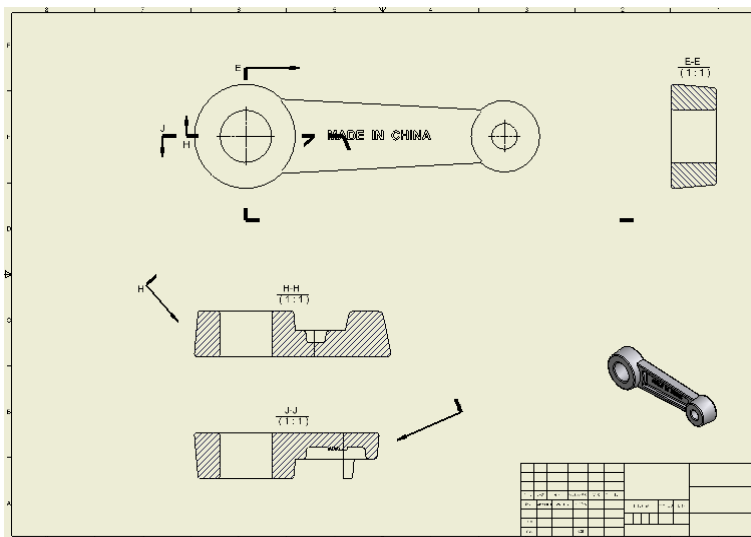

图 5-20 选择任意的投影方向生成剖视图
(3) 剖视图中投影的方向就是观察剖切面的方向, 它也决定了所生成的剖视图的外观。可以选择任意的投影方向生成剖视图, 投影方向既可以与剖切面垂直, 也可以不垂直, 如图 5-20 所示, 其中, HH 视图和 JJ 视图的是由同一个剖切面剖切生成的, 但是投影方向不相同, 所以生成的剖视图也不相同。